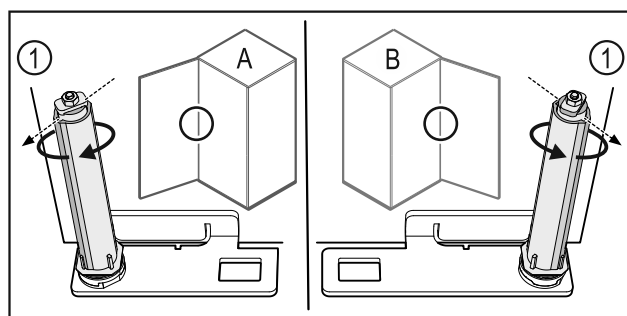

Fig. 63 Butée à gauche (A) / butée à droite (B)
- ▶ Tourner le système de fermeture contre la résistance jusqu'à ce que son arête Fig. 63 (1) pointe vers l'extérieur.